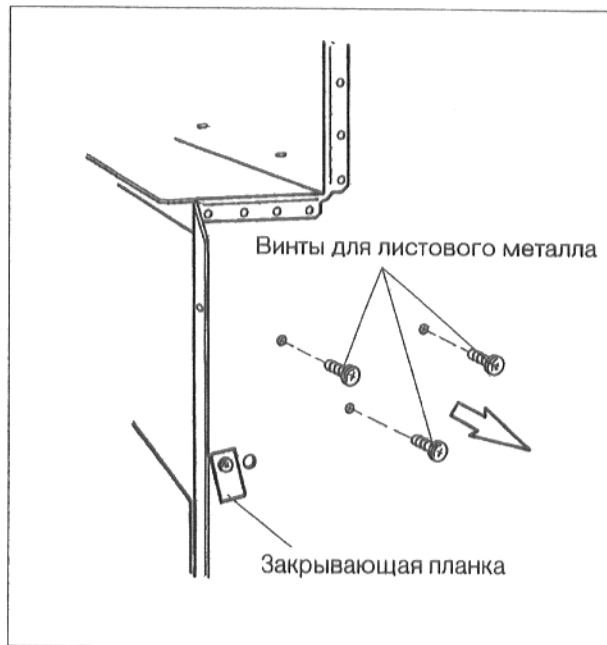

Рис. 1: Предохранитель потока, левая сторона
- С помощью отвертки повернуть закрывающие планки слева и справа на предохранителе потока, чтобы освободить отверстия (рис. 1).
- Вывинтить три винта для листового металла с правой стороны на предохранителе потока (рис. 1).